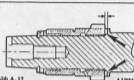

Abb. A.17
- Bei Wiederinbau, Laufflief kontrollieren (Abb. A.17).
- Nachstellen, indem entsprechende Anlaufscheibe verwendet wird, deren innere abgeschrägte Kante zur Kurbelwelle hinweisen muß (siehe Abb. A.17).